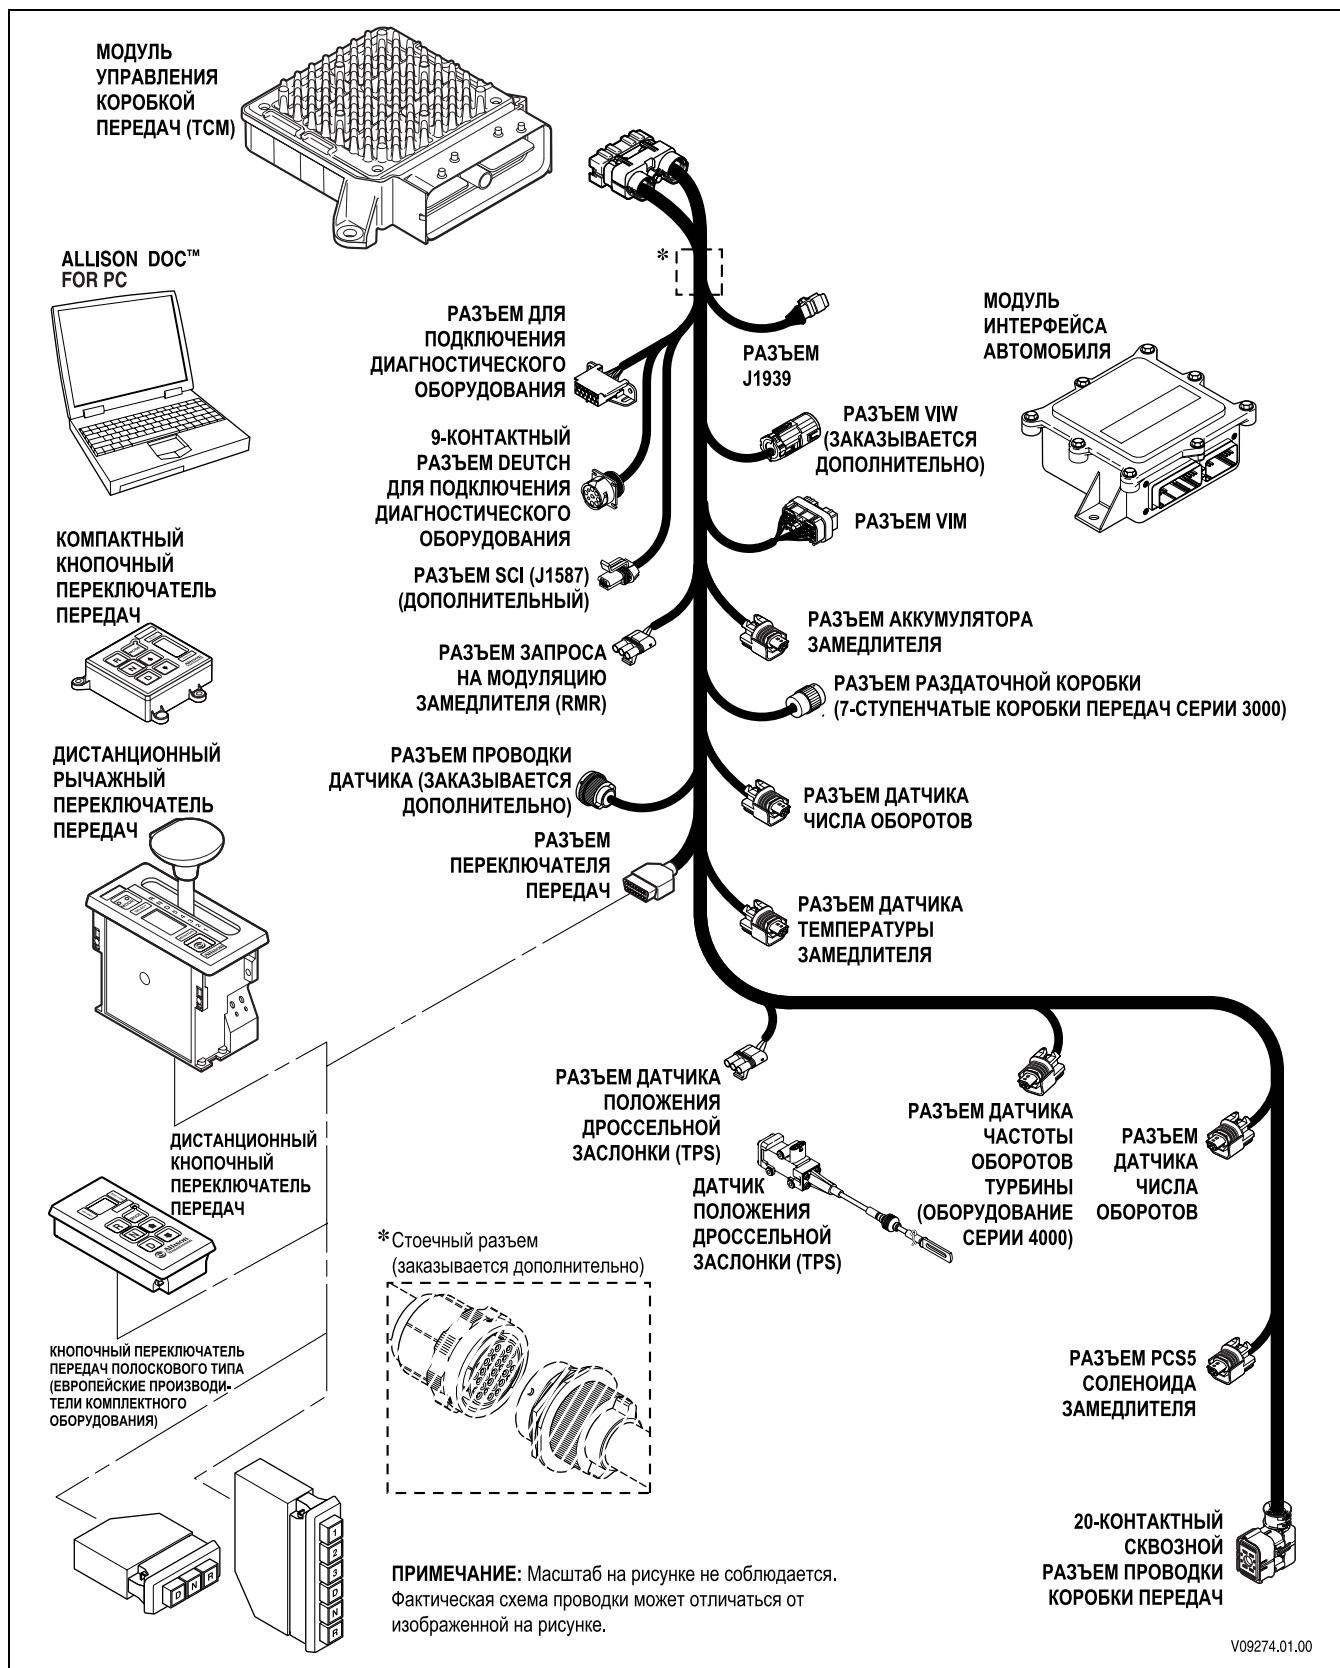

Рис. 1–9. Внешняя проводка стандартной электронной системы управления 4-го поколения
B. Внутренняя проводка (рис. 1–10)